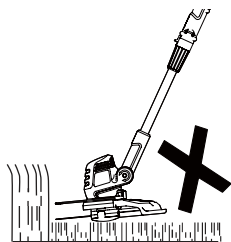

Imagen.17
7. Cuando la hierba esté muy alta, corte repetidamente de arriba a abajo en capas (Imagen 17, 18).